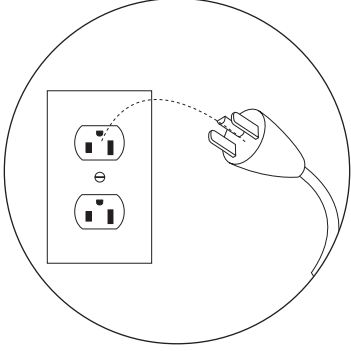

Ilustración 2
3. Presione el botón del interruptor (vea la ilustración 2).
5. Presione en botón del interruptor (ilustración 2).
1. Presione en botón del interruptor (ilustración 2).